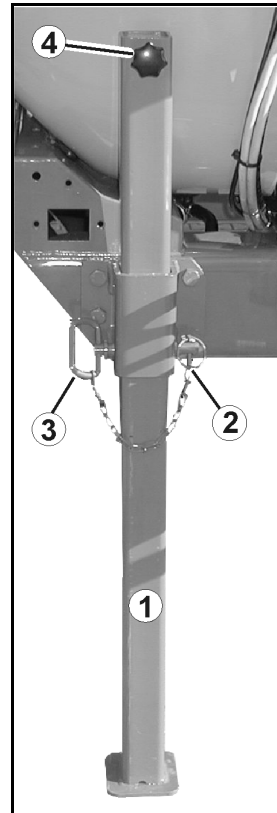

Fig. 40
Stützfuß schiebbar (Fig. 40/1) :
1. Klappstecker (Fig. 40/2) lösen.
2. Bolzen (Fig. 40/3) herausziehen.